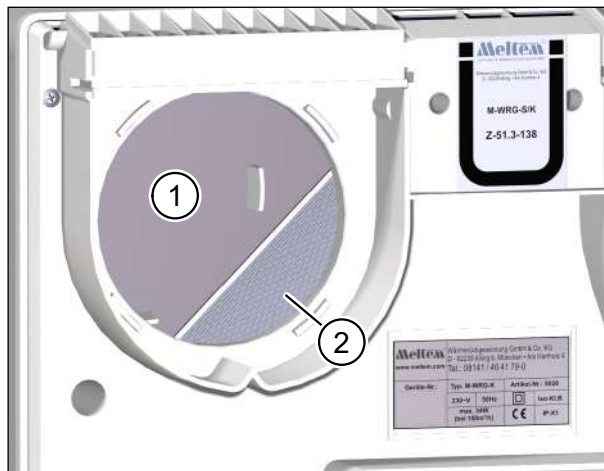

Abb. 7: Filterboden an Abluftseite bei Bedarf reinigen
- ▶ Überprüfen Sie den Filterboden an der Abluftseite (Pos. 1 in Abb. 7) auf Verunreinigungen.
- ▶ Decken Sie den Wärmeübertrager (Pos. 2 in Abb. 7) mit einem fusselfreien Tuch ab. So verhindern Sie, dass Schmutz in den Wärmeübertrager eindringt.